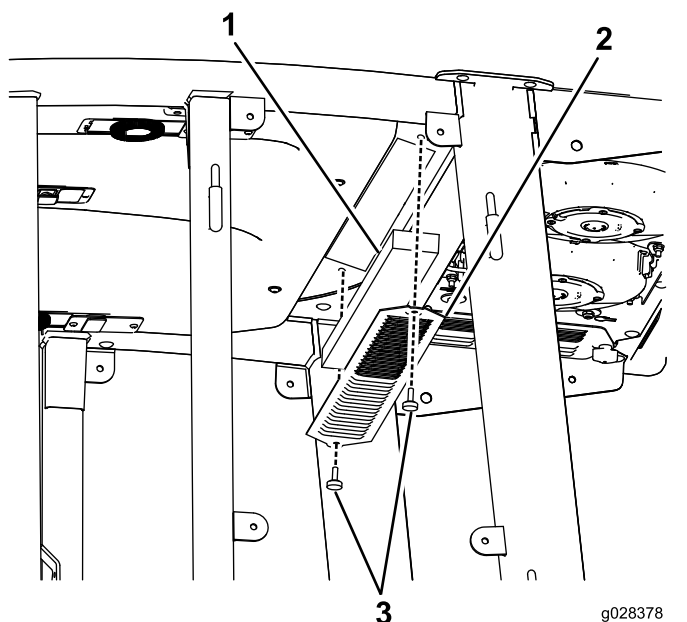
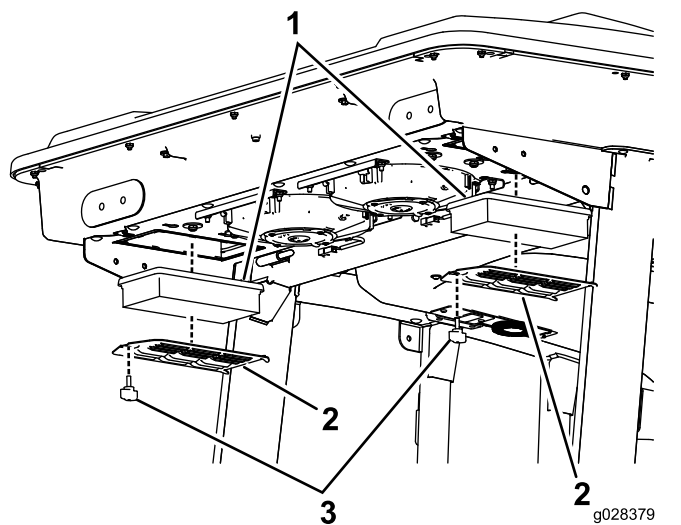

Figura 133
Figura 134
1. Remova os parafusos e as grelhas dos filtros de ar interior e traseiro da cabina (**Figura 133** e **Figura 134**).